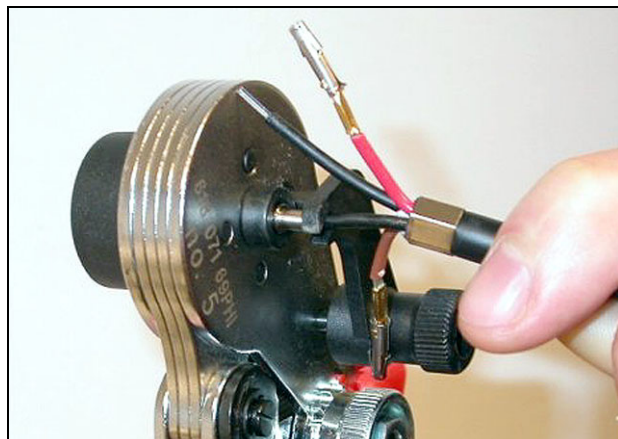

Abbildung 29.23: Hülsen quetschen (1)
- 21 Kunststofflichtwellenleiter in die Hülse im gefederten Anschlag des POF-Positionierungswerkzeugs einsetzen (siehe Abbildung 29.23).